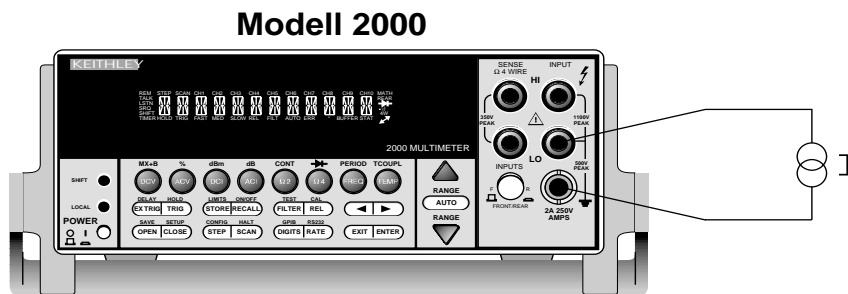

Abb. 2.5: Gleich- und Wechselstrommessungen.
4. Verbinden Sie die Meßleitungen mit der zu messenden Stromquelle wie in Abbildung 2.5 dargestellt.